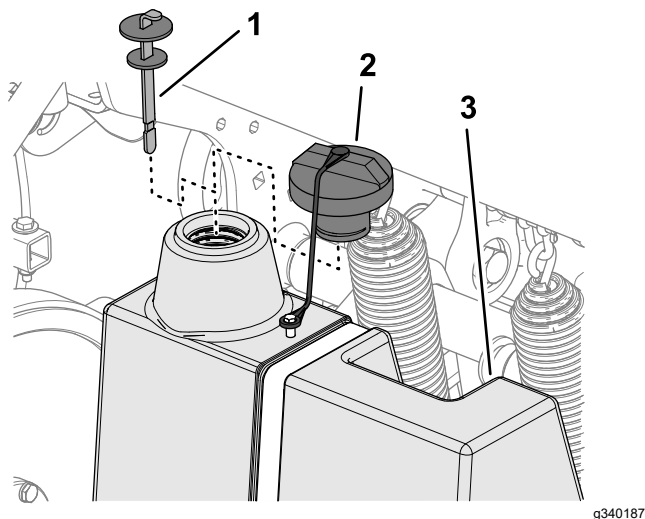

Figure 179
3. Nettoyez la surface autour du goulot et du bouchon de remplissage du réservoir hydraulique (Figure 179). Enlevez le bouchon du goulot de remplissage